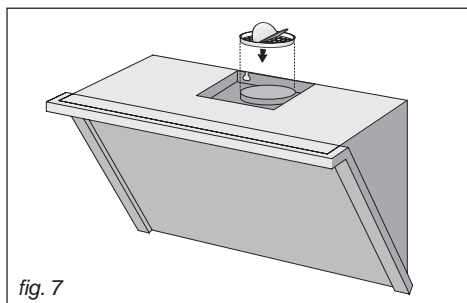

fig. 7
- **Montage de la bride:** montez la bride sur la sortie d'air de l'appareil en exerçant une légère pression (Fig.7).